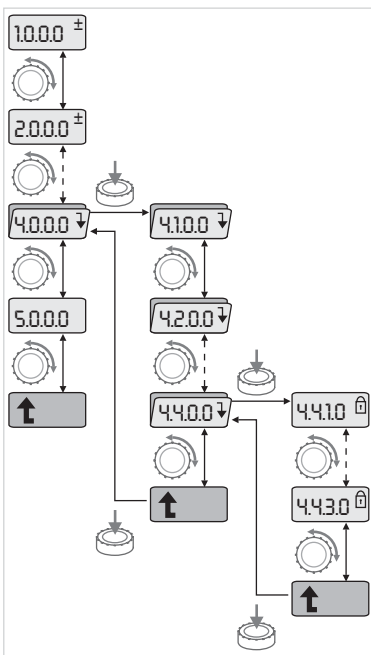

Fig. 31: ejemplo de navegación
- Efectúe la navegación general en el menú de la siguiente forma (ejemplo, véase la Fig. 31):